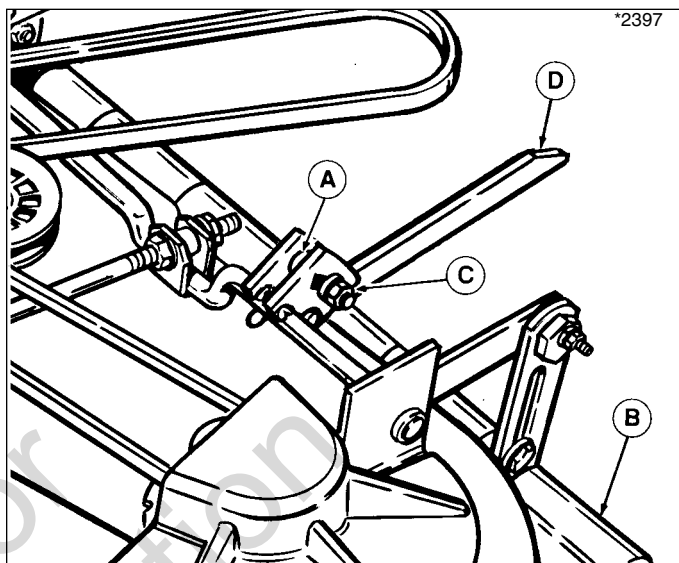

Figura 26. Brazos de arrastre
3. Suelte la tuerca (C, Figura 26) de modo que los brazos de arrastre queden sueltos. El cortacésped debe descansar sobre rodillo sin peso sobre los brazos de arrastre.